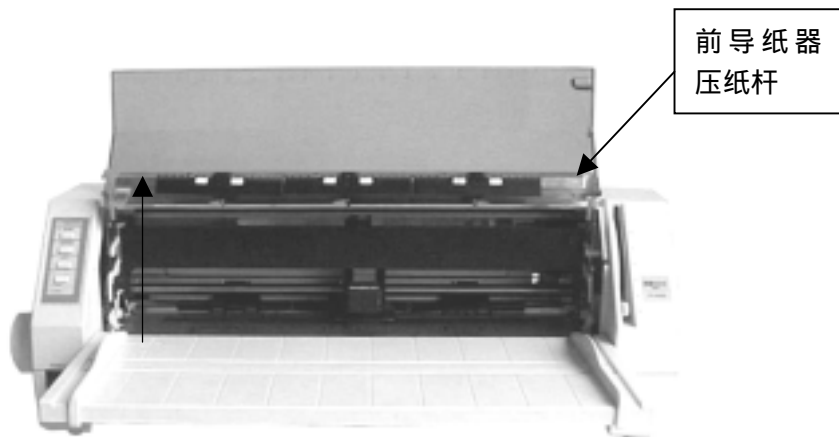

图 2-9 向上拉起前导纸器压纸杆
3. 将前导纸器压纸杆向上拉起，将其置于打印机前上方。(如图 2-9 所示)。